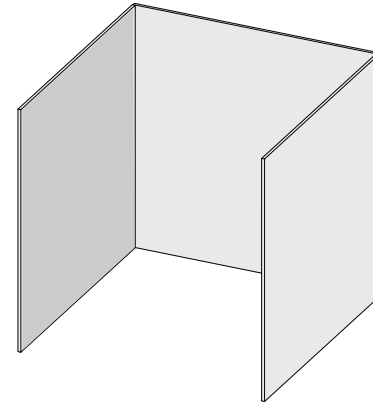

Fig. 1
- Un aparato se considera que está en exteriores si está instalado con un refugio no más inclusivo que con paredes en tres lados pero sin cubierta en la parte superior. (Fig. 1)